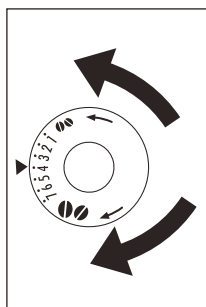

Abb. 40
- ▶ Für eine langsamere Ausgabe und cremigeren Kaffee drehen Sie um eine Position gegen den Uhrzeigersinn (feiner vorgemahlener Kaffee). Für eine schnellere Ausgabe (nicht tropfenweise) drehen Sie um eine Position im Uhrzeigersinn (gröber vorgemahlener Kaffee) (Abb. 40).